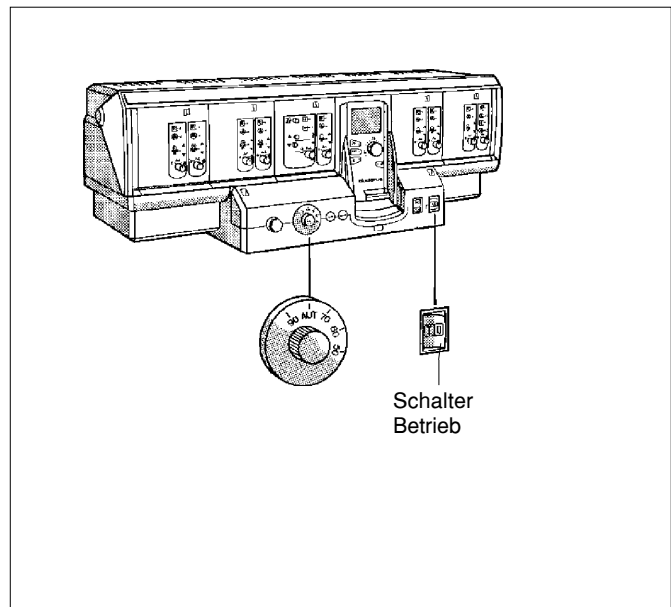

Abb. 4
- Schalter Betrieb (Abb. 4) in Stellung "0" schalten.
- Schalter Betrieb (Abb. 4) in Stellung 1 schalten.
- Kesselwassertemperatur (Abb. 4) auf AUT bzw. auf 80°C einstellen. Bei Konstantregelung auf die gewünschte Temperatur (min. 50°C) einstellen.